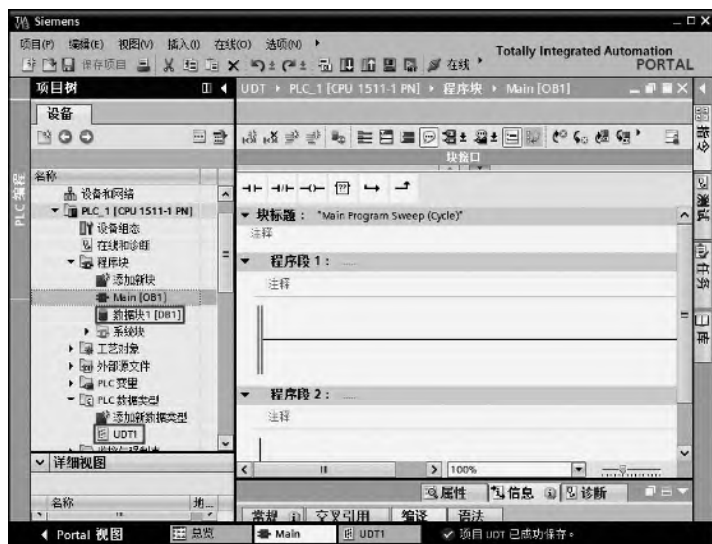

图 5-20 新建项目“UDT”,创建“DB1”和“UDT1”
① 首先新建一个项目,命名为“UDT”,并创建数据块“DB1”和 PLC 定义数据“UDT1”,如图 5-20 所示。